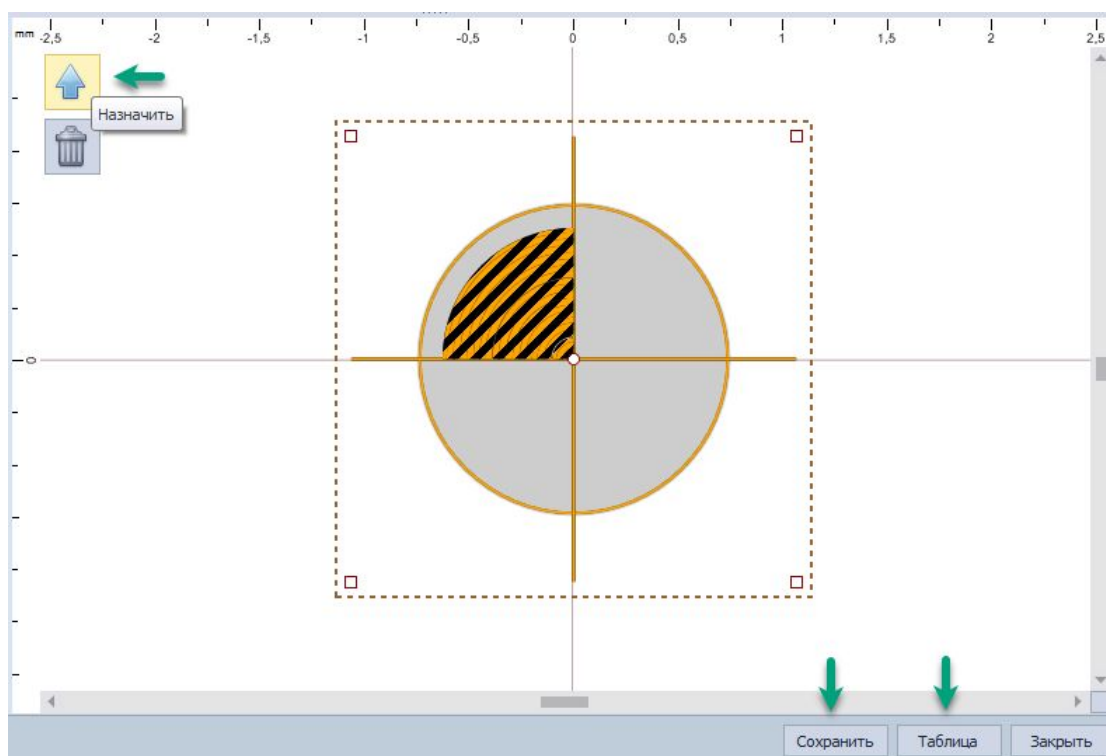

Рис. 41 Назначение и сохранение выбранного отверстия
5. Назначение символа любому отверстию проекта производится путем выбора отверстия, затем – выбора необходимого символа и нажатием кнопки «Назначить», Рис. 41.
6. После назначения символов отверстиям проекта, необходимо нажать «Сохранить», затем нажать кнопку «Таблица», Рис. 41.